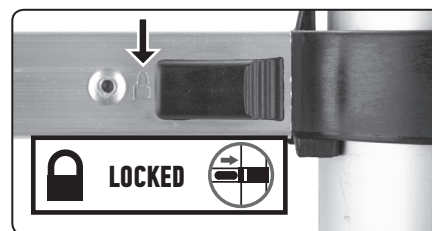

Abb. 6a
• Wenn die Sprossenverriegelung verriegelt ist, ist das verriegelte Vorhängeschlosssymbol auf der Sprosse sichtbar (Abb. 6a).